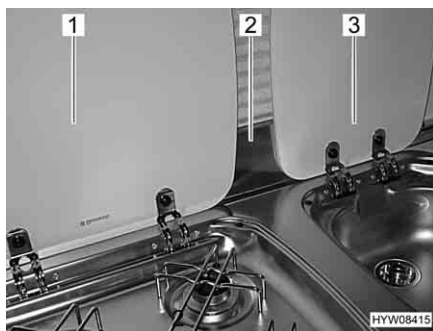

Fig. 151 Lastra proteggifiamma e coperture
Prima della cottura, agganciare la lastra proteggifiamma (Fig. 151,2) al telaio della finestra. La lastra proteggifiamma copre così l'area tra le coperture del lavandino (Fig. 151,3) e il fornello a gas (Fig. 151,1).
- Agganciare la lastra proteggifiamma (Fig. 151,2).
- Aprire la copertura del fornello a gas (Fig. 151,1).